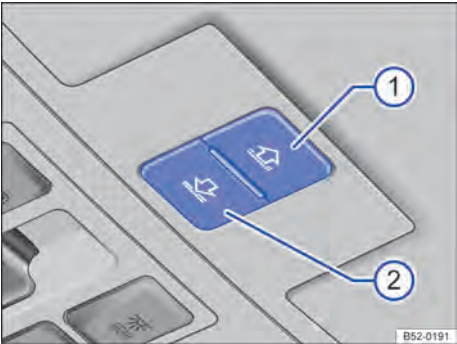

Fig. 78 No revestimento do teto: botões para a cortina de proteção solar.
Os botões → Fig. 78 ⓘ e ⓘ são de dois níveis. No 1º nível, a cortina de proteção solar pode ser totalmente ou parcialmente aberta ou fechada.
Função	Ação → Fig. 78
- *Cortina de proteção solar*: dentro de aproximadamente 5 segundos após a liberação do limitador de força, pressionar o botão → Fig. 78 ⓘ o tempo necessário até que a cortina de proteção solar esteja completamente fechada.